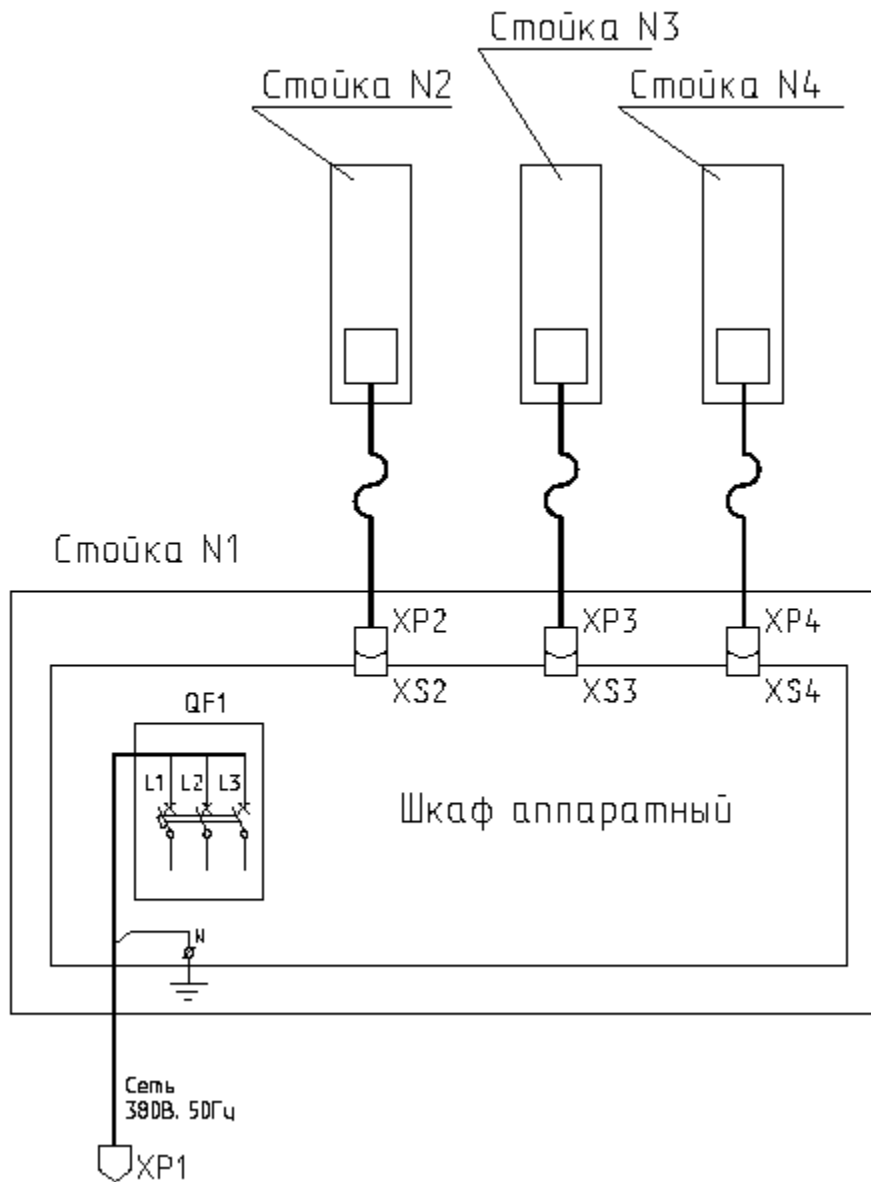

Рис. 4. Схема электрическая соединений подъемника ПП-16
4.4. Перечень элементов схемы электрической принципиальной приведен в таблице № 1. Схема электрическая соединений приведена на Рис. 4.